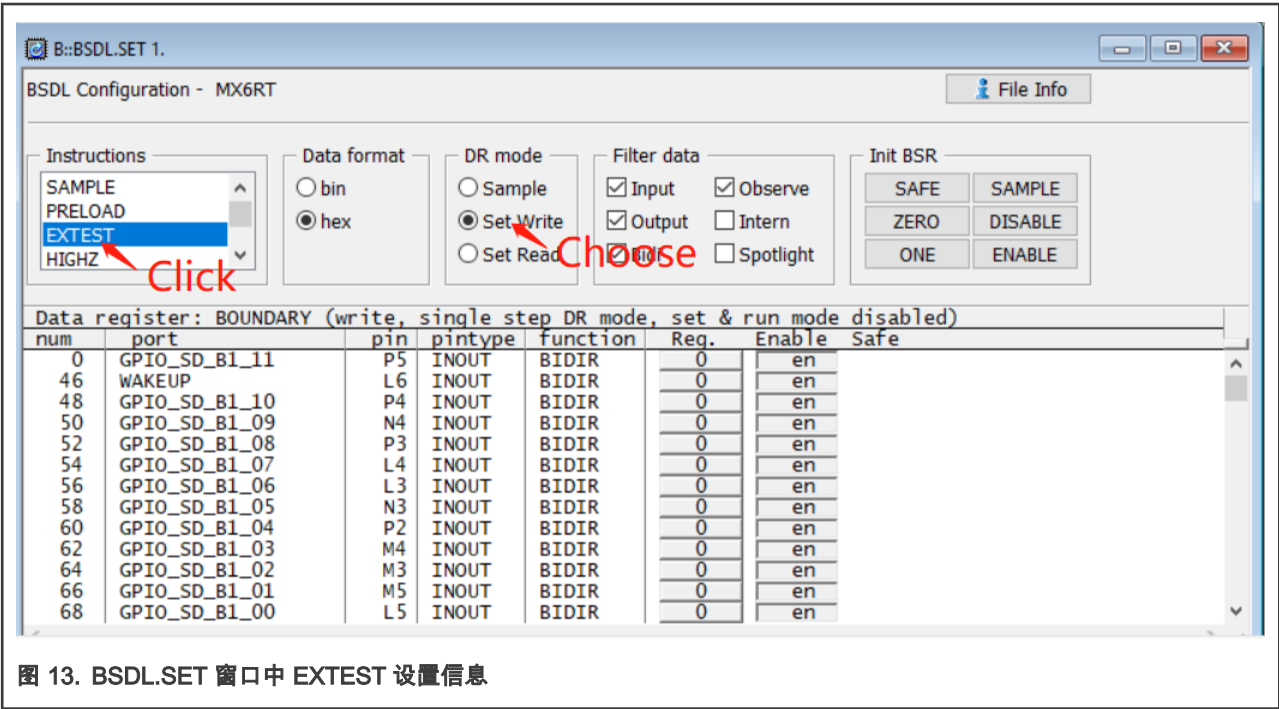
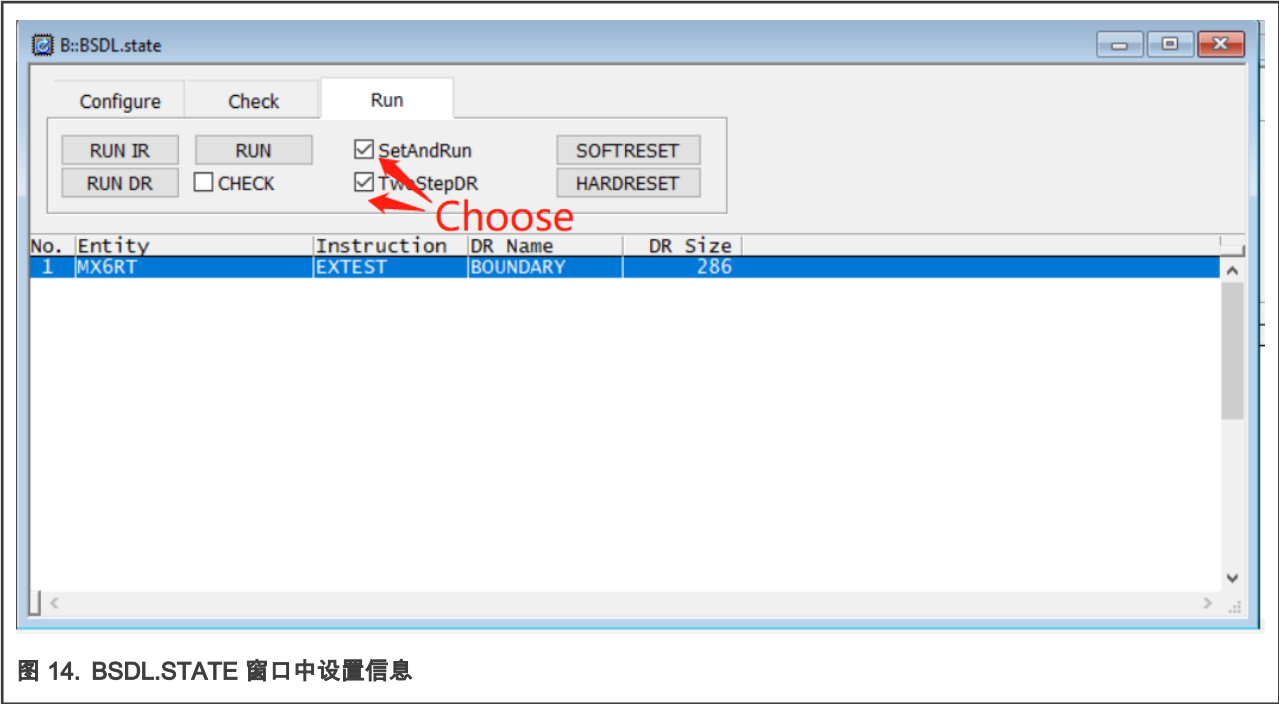

图 13. BSDL.SET 窗口中 EXTEST 设置信息
图 14. BSDL.STATE 窗口中设置信息
9. 在 BSDL.SET 窗口中，Instructions 下面点击 EXTEST，在 DR mode 中勾选 Set Write，如 图 13 所示。然后切换到 BSDL.state 窗口勾选 SetAndRun 和 TwoStepDR 即可，如 图 14 所示。然后再切换到 BSDL.SET 窗口。